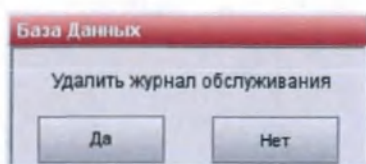

Рис.6-29 Удалить журнал обслуживания
5. Подтвердите свой выбор, нажав на экране **<Удалить журнал обслуживания>** (Рис.6-29).